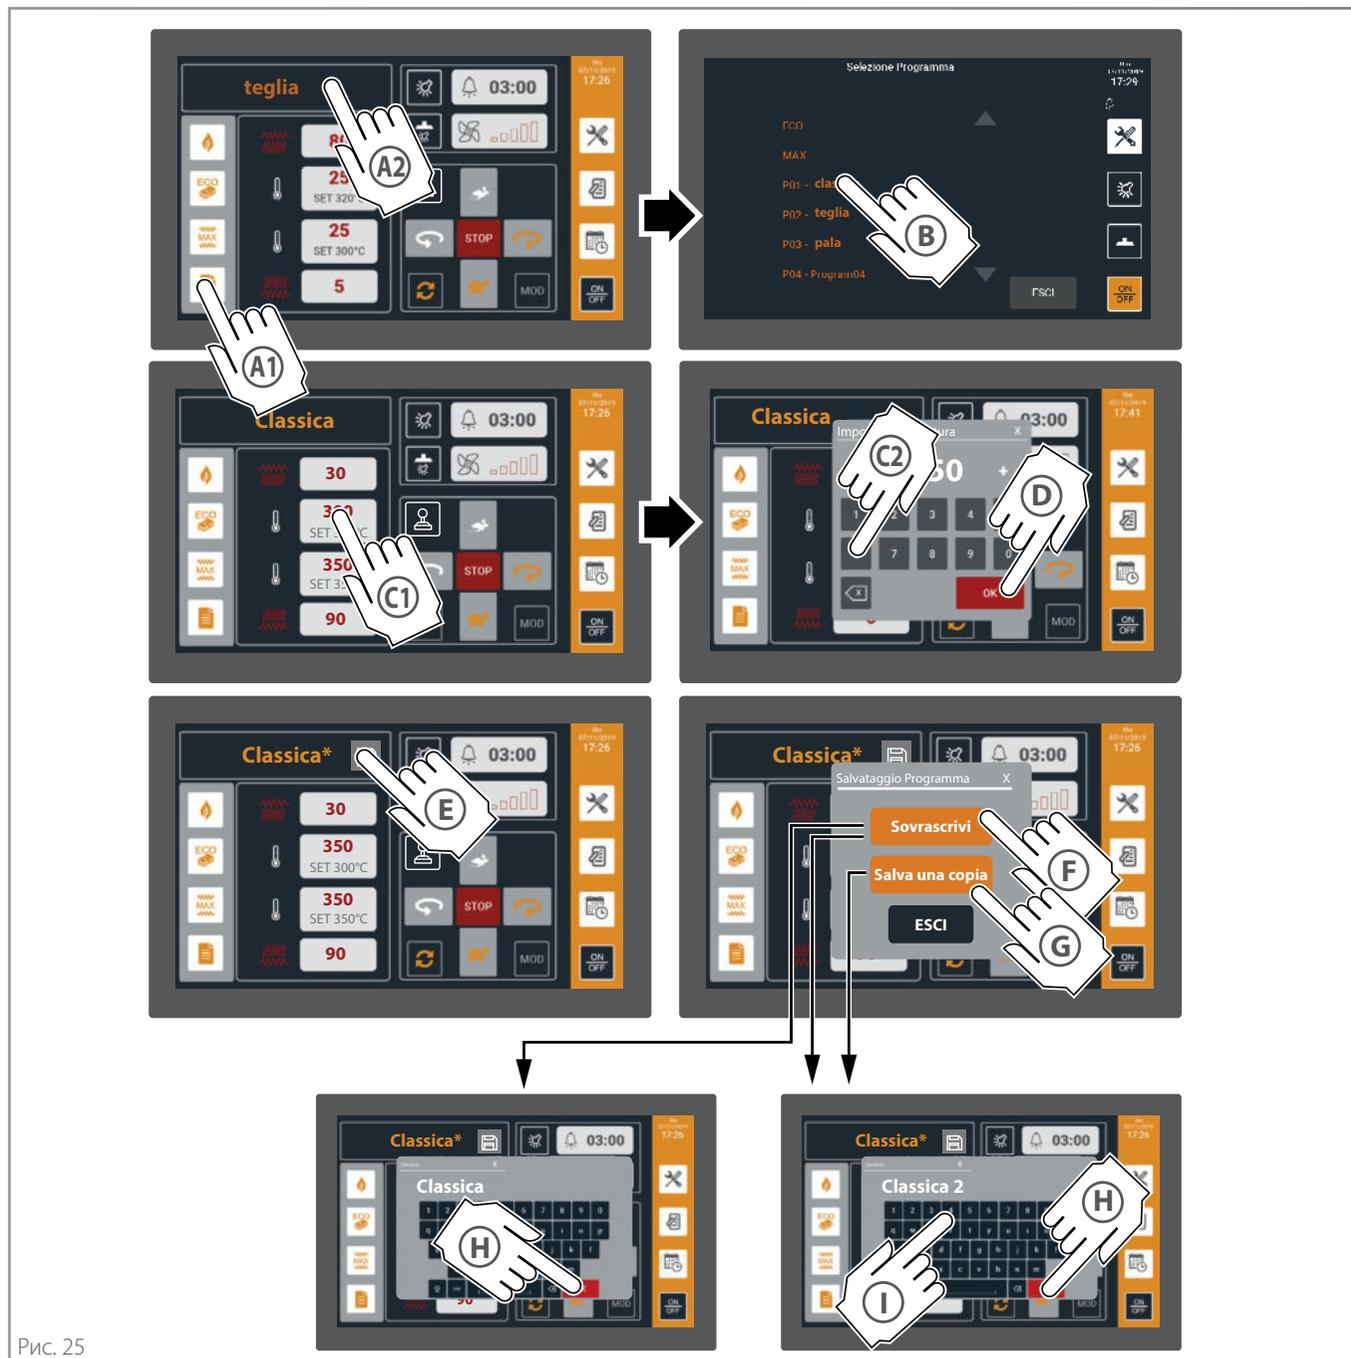

Рис. 25
- ► **Рис. 25** с рабочего экрана, во время приготовления
► **Рис. 25**